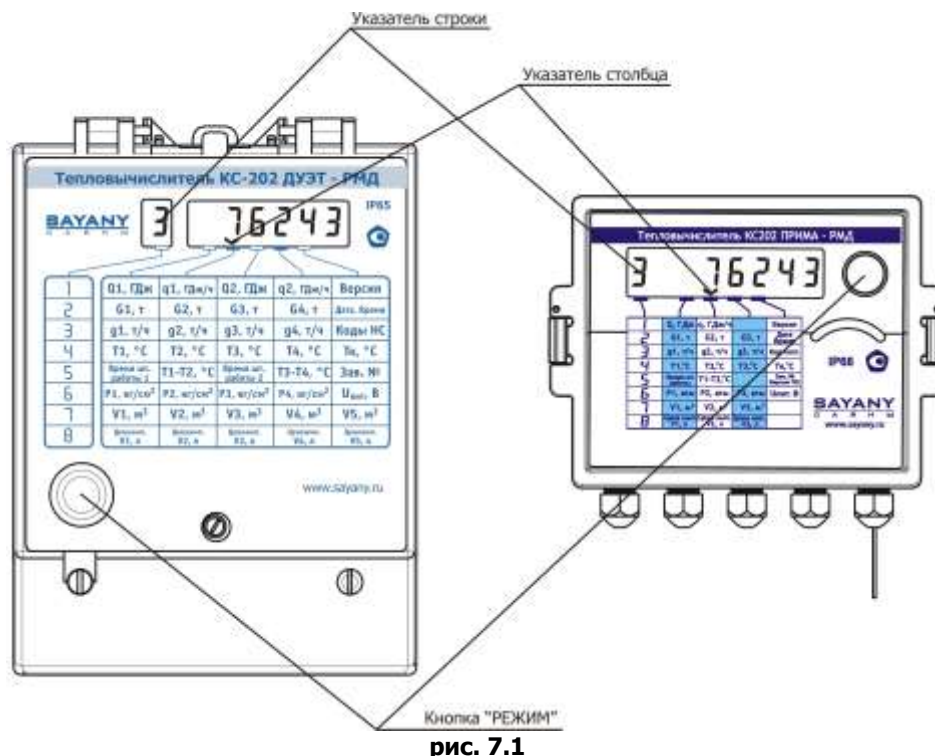

рис. 7.1
- Внешний вид передней панели тепловычислителей изображен на рис. 7.1.